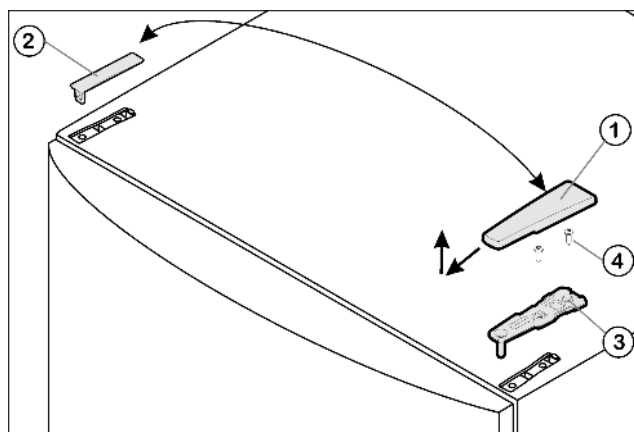

Fig. 4
- ▶ Потяните крышку Fig. 4 (1) вперед и вверх.
- ▶ Снимите крышку Fig. 4 (2).
- ▶ Открутите верхний опорный кронштейн Fig. 4 (3) (2 шт. Torx® 25) Fig. 4 (4) и вытяните вверх.
- ▶ Установите верхний опорный кронштейн *Fig. 4 (3)* на новой стороне шарнира и защелкните в дверце.
- ▶ Привинтите верхний опорный кронштейн (с моментом 4 Нм) (2 шт. Torx® 25) *Fig. 4 (4)*. При необходимости проделайте отверстия или используйте аккумуляторную отвертку.
- ▶ Наденьте и защелкните крышку *Fig. 4 (1)* и крышку *Fig. 4 (2)* на противоположной стороне снаружи.